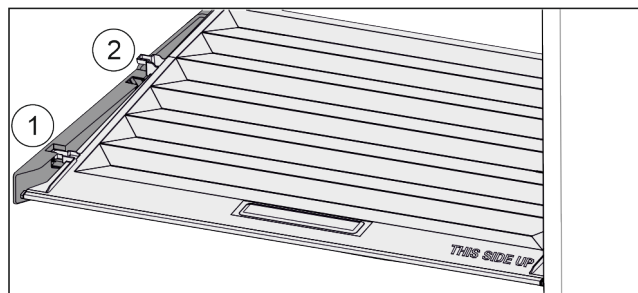

Fig. 101
- ▶ Pokrywę pociągnąć do przodu Fig. 101 (1), aż otworzy się w elementach trzymających.
- ▶ Podnieść tył od dołu i w wyjąć Fig. 101 (2) go do góry.